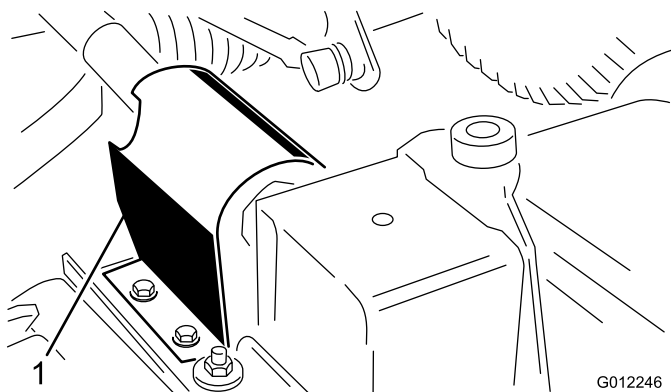

Figura 5
1. Togliete le 2 viti autofilettanti che fissano la protezione della PDF alla parte superiore della piastra di montaggio della scatola degli ingranaggi dell'apparato di taglio e rimuovete la protezione (Figura 5).